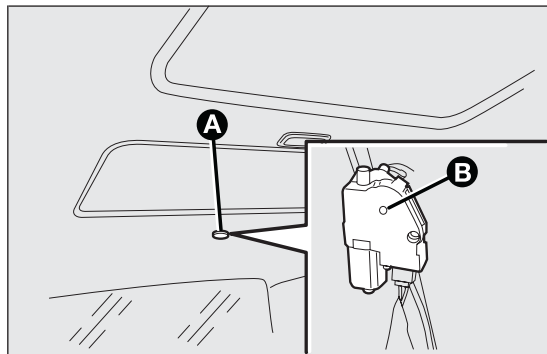

fig. 81
- ☐ rimuovere il tappo di protezione A fig. 81 ubicato sulla parte posteriore del rivestimento interno;